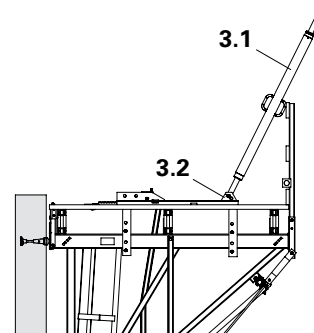

Fig. B2.06
2. Fissare al carrello il puntone di stabilizzazione 164-224 (3.1) con perno e inserto a molla (3.2). Regolare la lunghezza in modo approssimativo e appoggiarlo alla protezione affinché non cada. (Fig. B2.06)